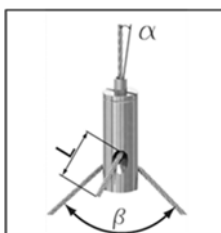
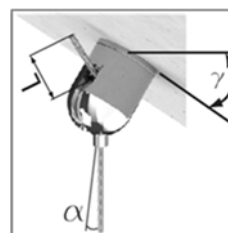

Abb. 7
Abb. 8
3. Achten Sie darauf, dass das Drahtseil vor der Klemmung soweit durch den DSH geführt wird, dass es unter Last am unteren Ende (Koppelgewinde / Koppelteil) bzw. aus dem seitlichen Ausgang (ZW) des DSH mindestens L=2,5cm wieder sichtbar ist (Abb. 7 und Abb. 8). Darüber hinaus darf der Winkel $\alpha=5^\circ$ max. zwischen dem Drahtseil und der Längs- bzw. Symmetrieachse des DSH am Austritt aus der Düse nicht überschritten werden (Abb. 7 und Abb. 8). Bei größeren Winkeln kann es durch den seitlichen Druck des Drahtseils auf die Düse zu deren Beschädigung oder einer Funktionsstörung bzw. einer unbeabsichtigten Entriegelung des Klemm-Mechanismus kommen.
4. Bei Y-Haltern darf der Spreizwinkel $\beta=90^\circ$ max. betragen. Vertikal- und Y-Seil sollten den gleichen Durchmesser haben (Abb. 7).